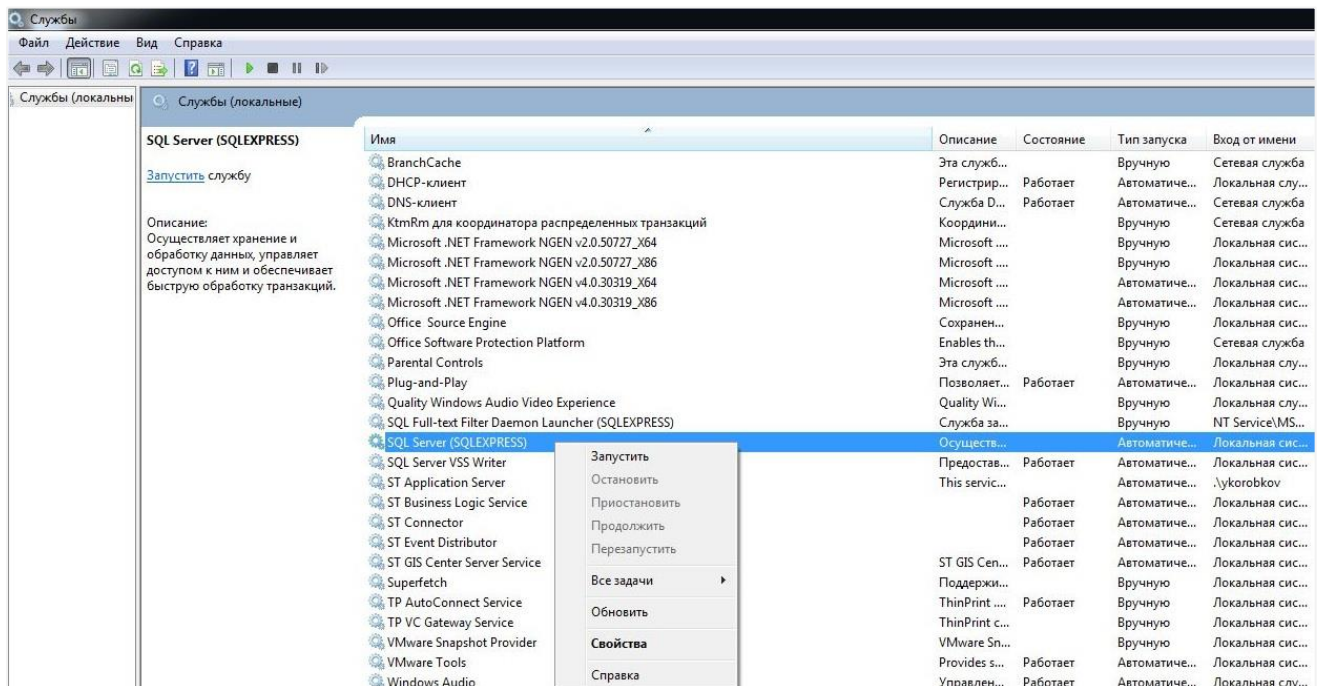

Рисунок 222 – Запуск службы SQL Server (SQLEXPRESS)
- 3) Найти службу SQL Server (SQLEXPRESS) и выполнить щелчок ПКМ. ОС предоставит контекстное меню (см. Рисунок 222).